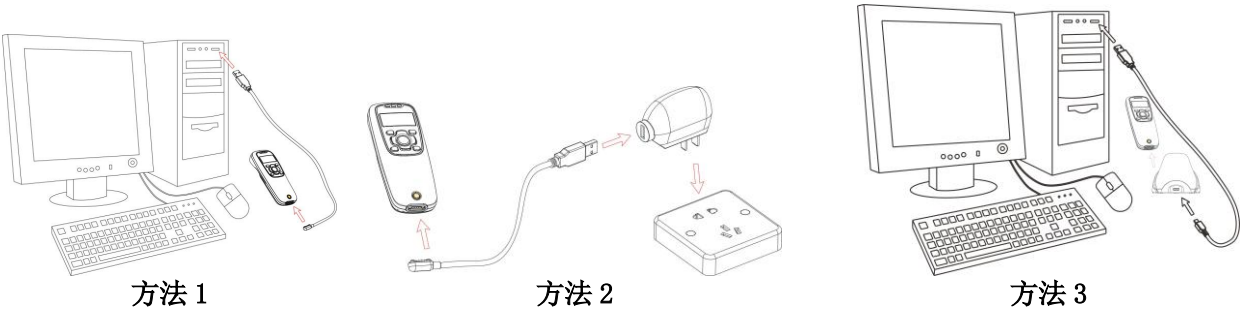

图 3-1 电池充电图示
- 1) 如果是第一次使用采集器，请先进行充电。采集器提供三种充电方式，请参考图 3-1。红色LED亮表示采集器正处于充电状态，红色LED灭表示充电已完成。